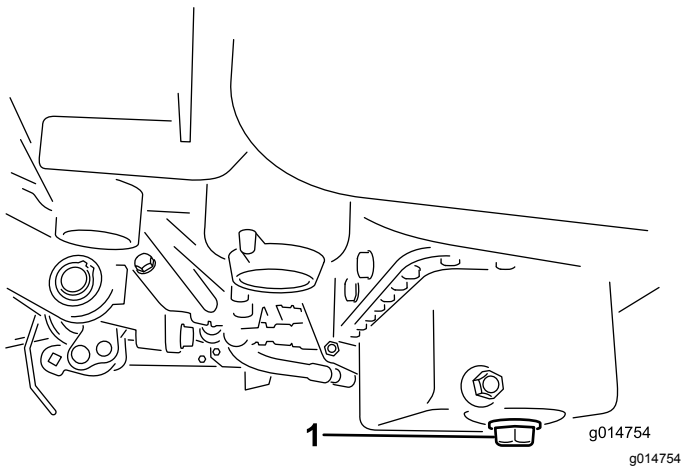

Bild 39
1. Entfernen Sie die Ablassschraube und lassen das Öl in eine Auffangwanne ab. Schrauben Sie die Ablassschraube wieder ein, nachdem das Öl abgelassen ist (Bild 39).